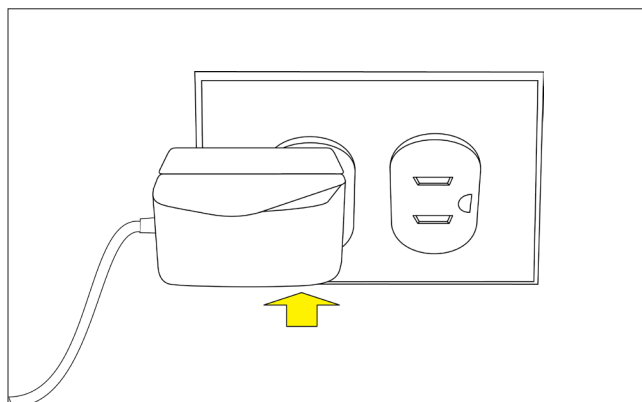

Figura 6. Conecte el adaptador ac a una toma de corriente de pared.
- (d) Conecte el adaptador ca en una toma de corriente de pared. Vea Figura 6.